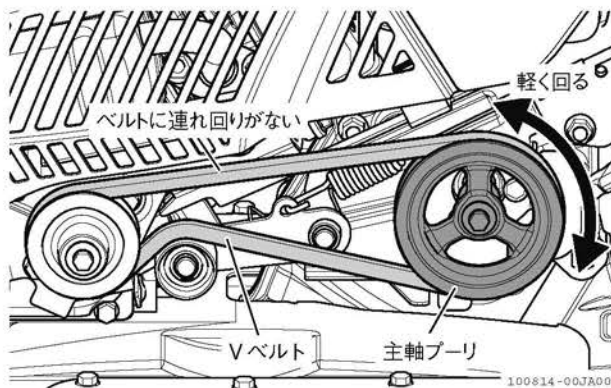

図 4-25 点検のしかた
3. 主クラッチレバー「切」位置にして、主軸プーリを手で少し回しVベルトと主軸プーリの連れ回りがいいことを確認します。（図 4-25）